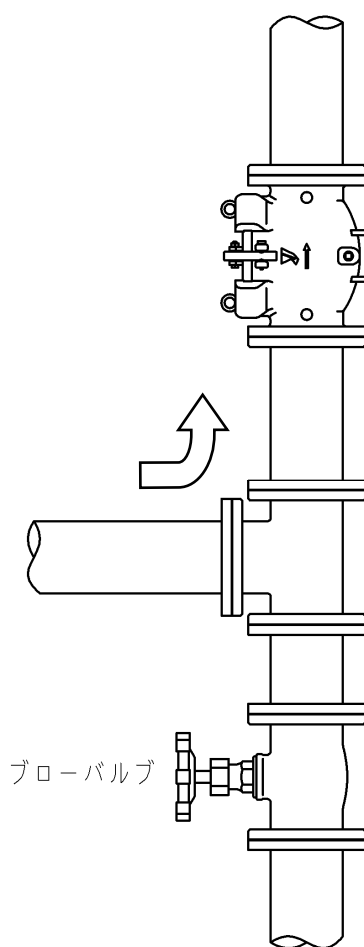

図 2
- ② 流れ方向が下から上になる配管の場合は、ブローバルブを設けて立ち上り管の最下部に溜まったスケールを取るようして下さい。(図2)